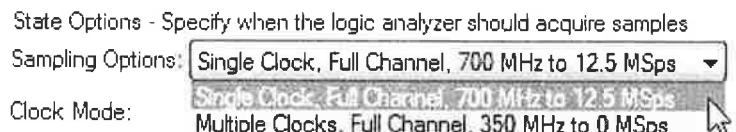

Рисунок 10
- В разделе State Options в выпадающем списке выбрать поле Single Clock (рис.10)